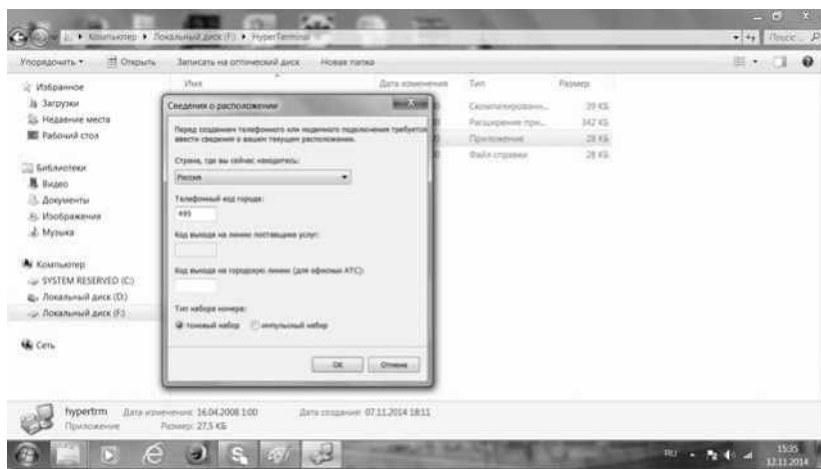

Рис. 18
4.3. Далее необходимо в появившемся окне заполнить телефонный код Вашего месторасположения. Остальные поля оставляем без изменений и нажимаем «ОК» (рис. 18).